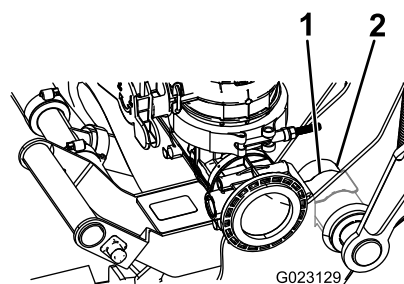

Figura 12
- D. Spingete finché il morsetto non si chiuderà a scatto sull'alloggiamento del perno come illustrato nella Figura 12.